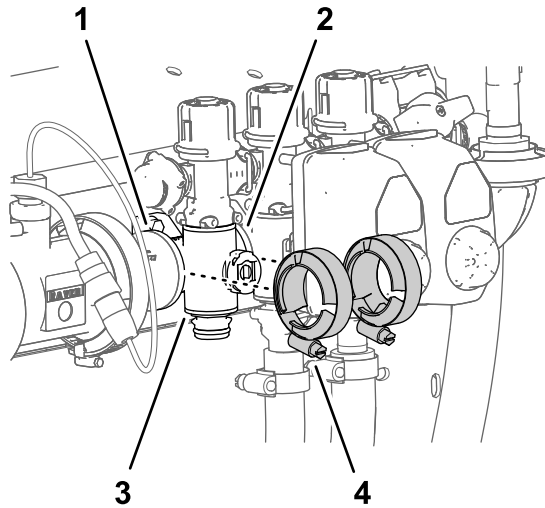

Figure 107
- Retirez les 2 colliers bride qui fixent la vanne de collecteur de section aux brides des composants adjacents (Figure 107).